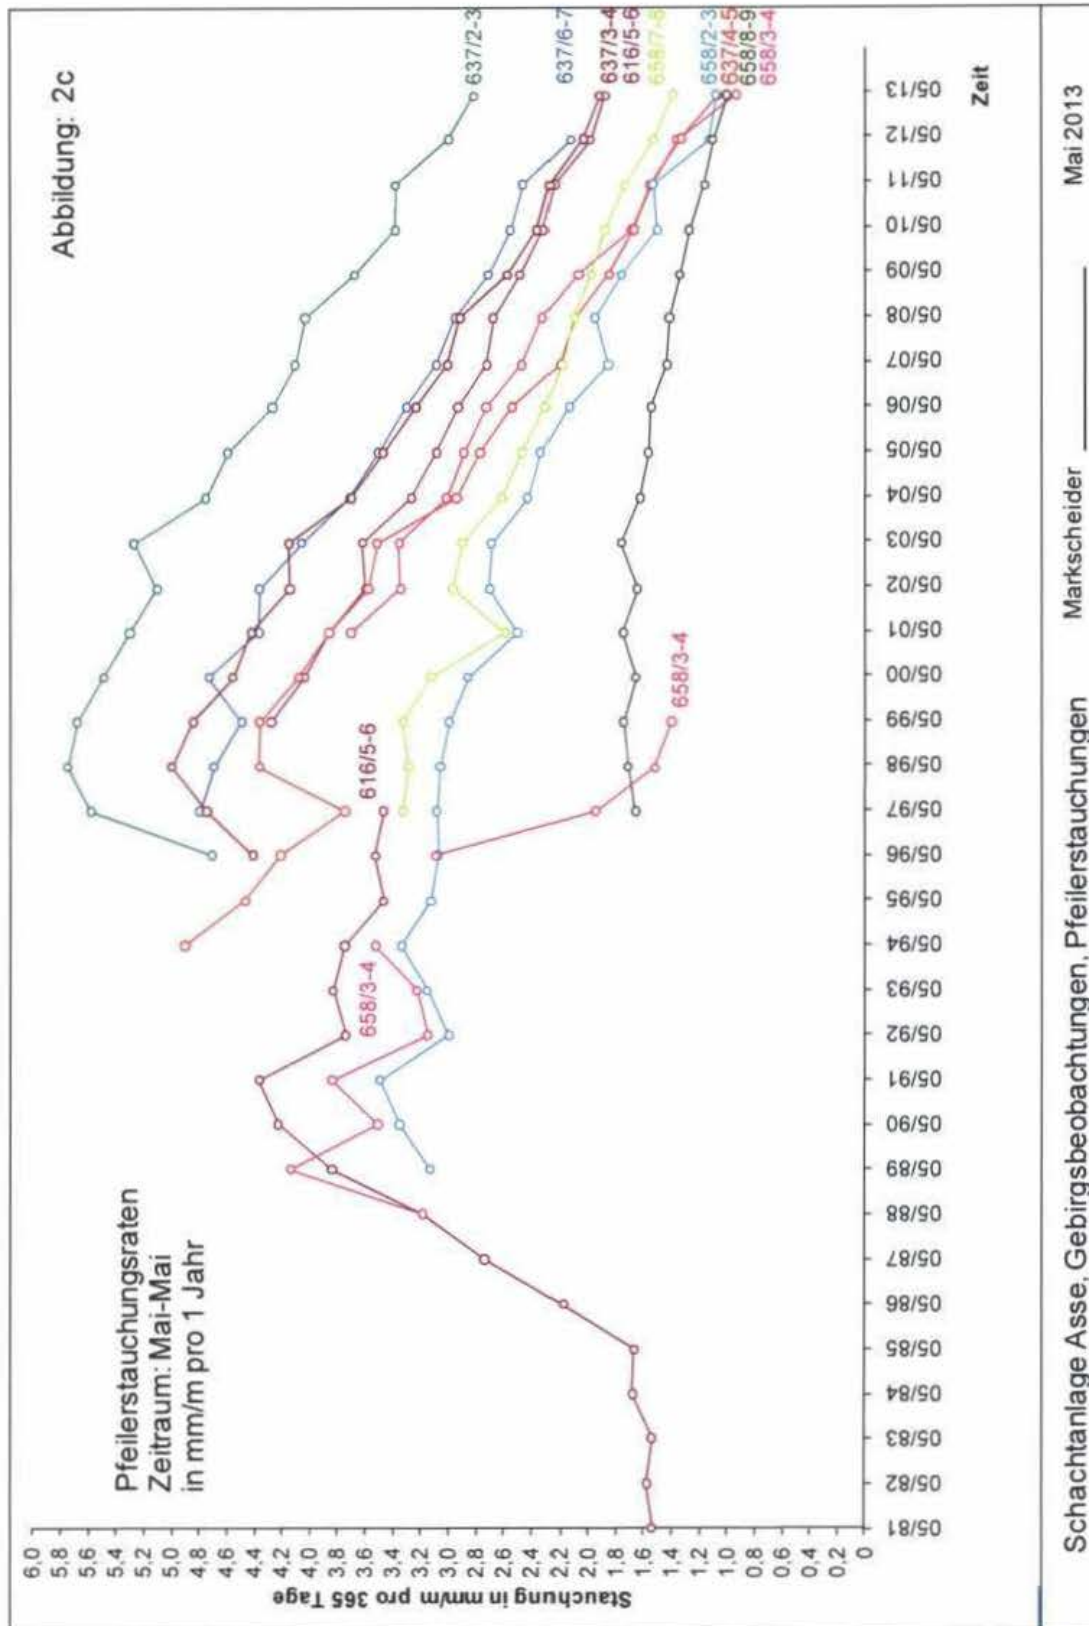

Abbildung 2c: Pfeilerstauchungsraten 616- bis 658-m-Sohle [mm/(m\*a)]
- Abbildung 2c: Pfeilerstauchungsraten 616- bis 658-m-Sohle [mm/(m\*a)]